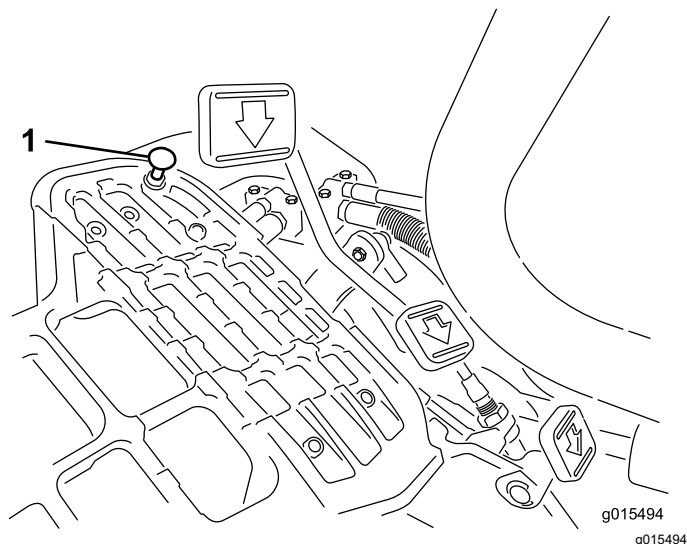

Figure 38
Pour obtenir la vitesse de transport maximale, placez le sélecteur de fonction en position TRANSPORT et appuyez sur la pédale de déplacement. Si la pédale arrive en butée (**Figure 38**) avant que la tension soit ressentie sur le câble, procédez au réglage suivant :
1. Placez le sélecteur de fonction à la position TRANSPORT et desserrez le contre-écrou qui fixe la butée de la pédale au plancher (**Figure 38**).